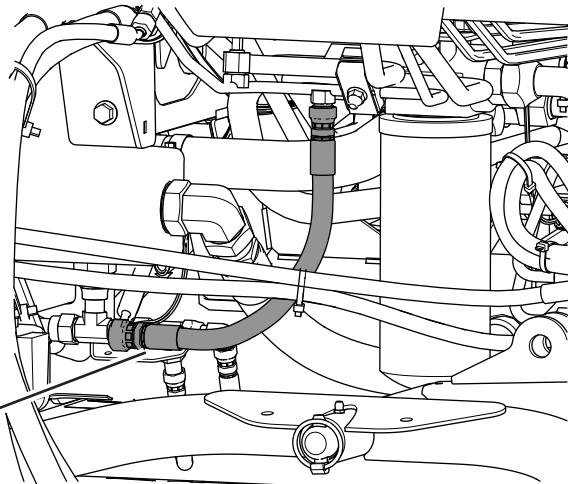

Figura 66
2. Coloque un recipiente grande debajo del acoplamiento situado en la parte inferior del depósito de fluido hidráulico (Figura 66).